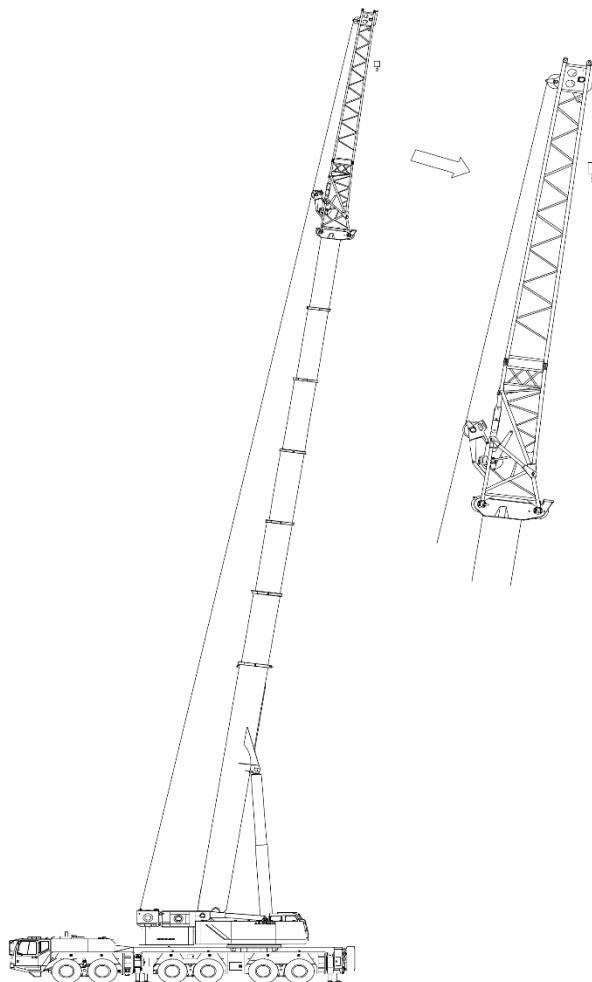

Figura 5-11 Passagem do cabo de içamento auxiliar para a variante de braço 1 (12 m)
– Para operação de guindaste com lança de 12 m (variante de braço 1), o procedimento de passagem do cabo de içamento auxiliar é mostrado na Figura 5-11.